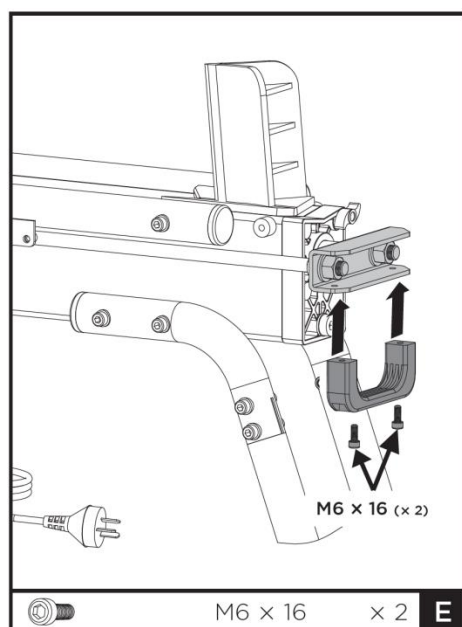

Fig. 5
1. Fixez la poignée de levage (b) au support en U à l'aide de deux boulons M6x16 (E). Reportez-vous à la Fig. 5.